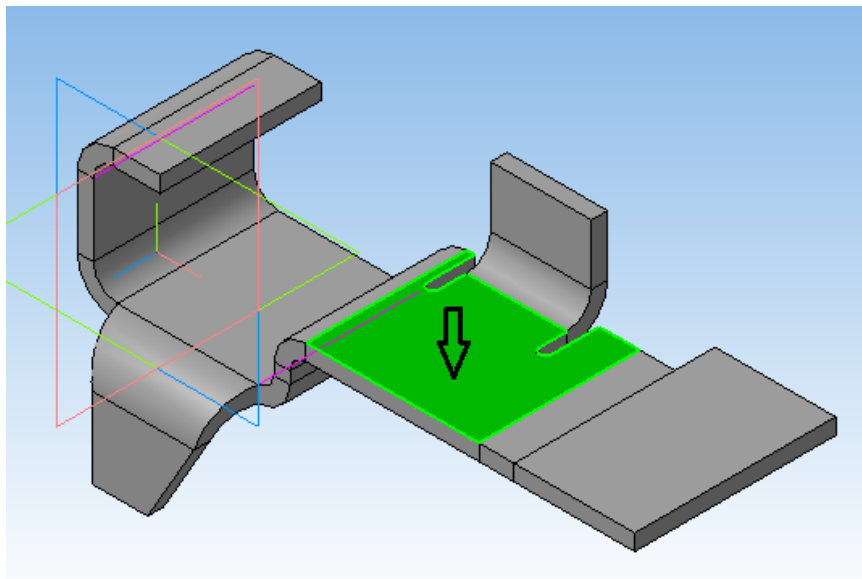

Рисунок 54.
1. Для построения выреза необходимо указать грань и создать эскиз (рисунок 54).